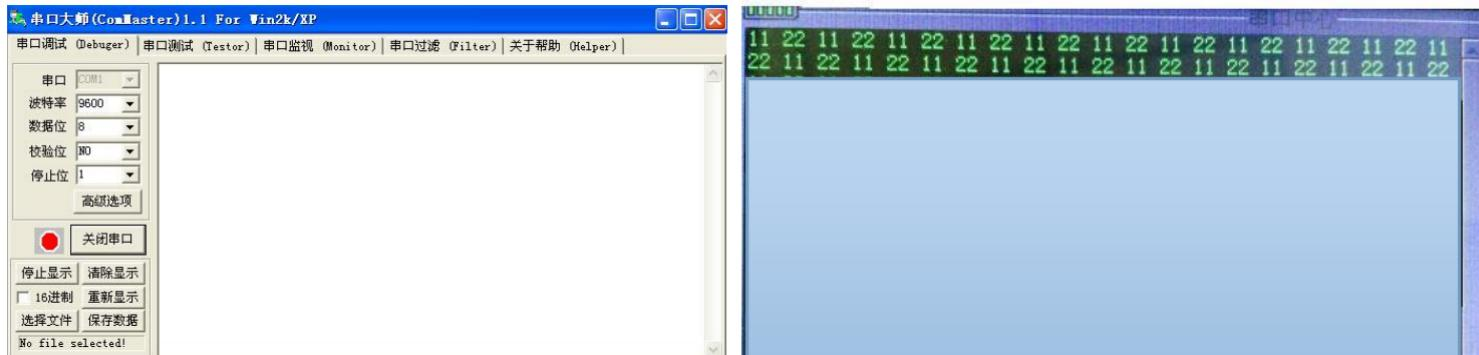

图5-3 串口大师
- ① 打开电脑“串口大师”等串口调试工具，将波特率设置为9600，数据位8，校验NO，停止位1，16进制发送数据“11 22”。如图5-3
- ② 将串口中心设置为和①一样的设置，可通过F1～F5选中某个菜单项，然后通过按“”或“”键选中设置参数，最后按“OK”键确定。